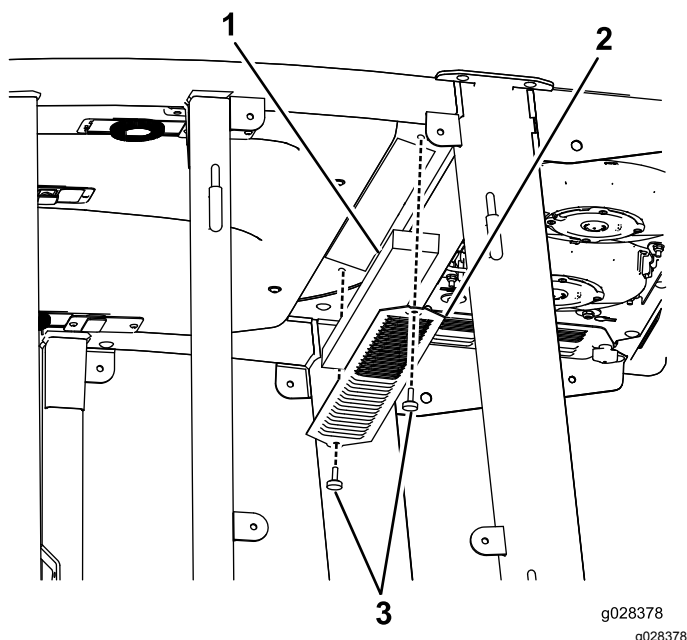

Figura 121
1. Remova os parafusos e as grelhas dos filtros de ar interior e traseiro da cabina (**Figura 121**).